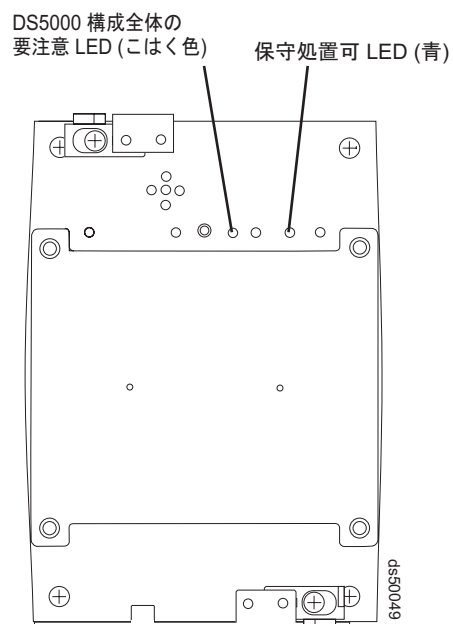

図 119. 相互接続バッテリー・ユニットの要注意 LED と保守処置可 LED
4. 保守処置可状況 LED はオンになりましたか？ (215 ページの図 119 に、相互接続バッテリー・ユニットにある保守処置可状況 LED の位置を示します。)